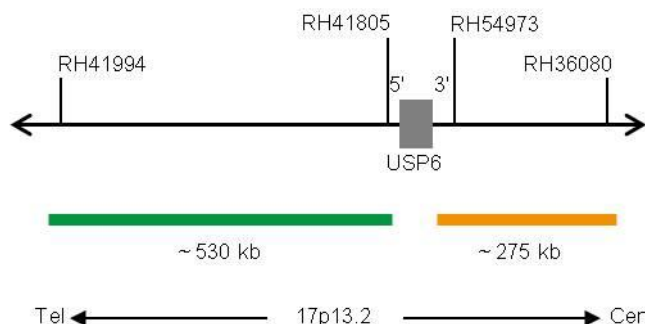

Fig. 1: SPEC USP6 Mappa della sonda (non in scala)
- Polinucleotidi (~10.0 ng/μl) marcati con ZyGreen (eccitazione 503 nm/emissione 528 nm), le cui sequenze target mappano in 17p13.2* (chr17:4,489,889-5,017,582) distali al punto di rottura di USP6 (vedere Fig. 1).
- Polinucleotidi (~4.5 ng/μl) marcati con ZyOrange (eccitazione 547 nm/emissione 572 nm), le cui sequenze target mappano in 17p13.2* (chr17:5,087,046-5,361,104) prossimali al punto di rottura di USP6 (vedere Fig. 1).